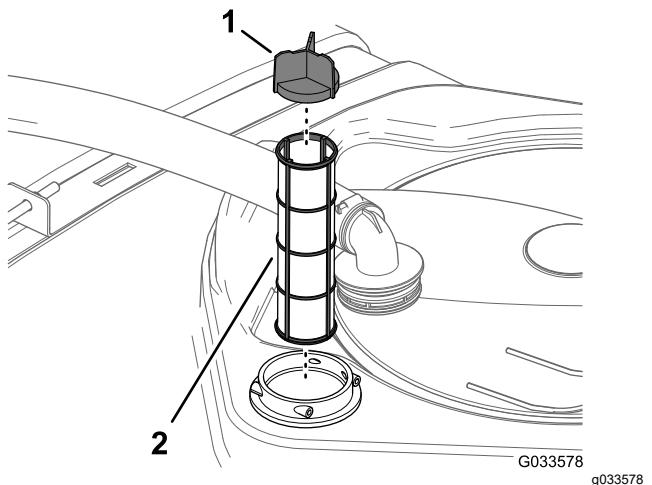

Figure 105
4. Retirez l'ancien filtre d'aspiration de son logement dans la cuve (Figure 105).